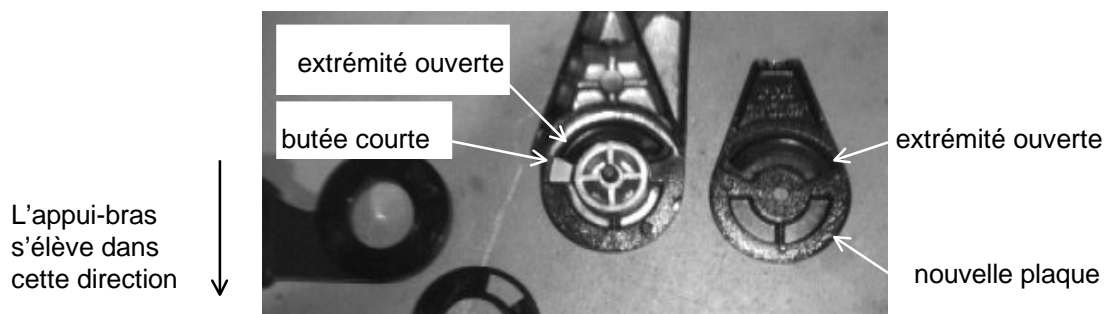

FIGURE 12: INSERTION GLISSIÈRES ET BUTÉE 18226
4. Insérer la butée d'aluminium courte et les glissières en plastique (Fig. 12).